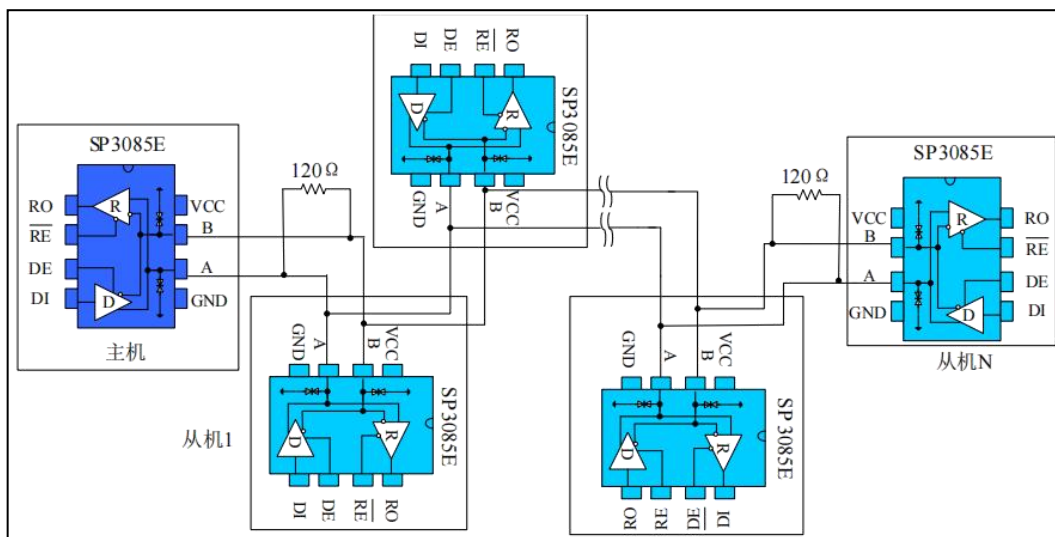

图 12 手拉手式 RS485 半双工通讯网络
**手拉手式组网：** 又称菊花链拓扑结构，是 RS485 总线布线的标准及规范，是 TIA 等组织推荐使用的 RS485 总线拓扑结构。其布线方式就是主控设备与多个从控设备形成手拉手连接方式，如图 12 所示，不留分支才是手拉手的方式。这种布线方式，具有信号反射小，通讯成功率高等优点。